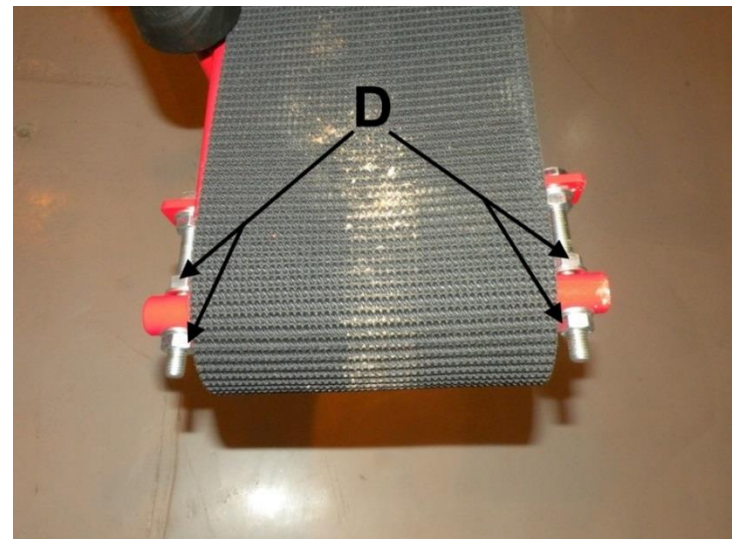

Bild 29
- Vänd transportören tillbaka till driftläge och dra åt bandet och justera bandet med justermutter D (Bild 29).